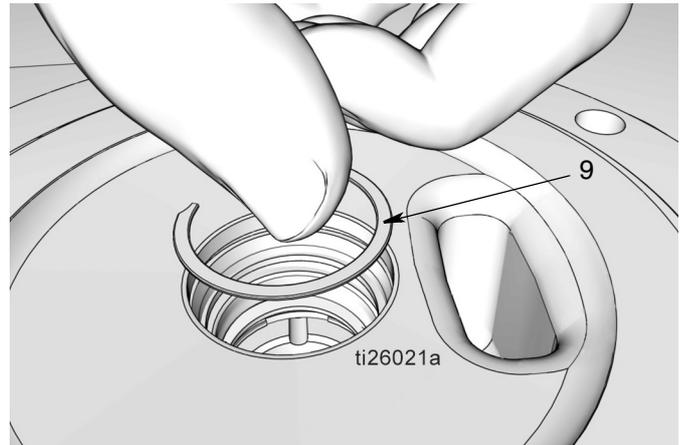

FIG. 38
- j. Installare la clip (9) (FIG. 38). Si deve avvertire un "click" quando la clip di fissaggio viene correttamente inserita nella scanalatura.